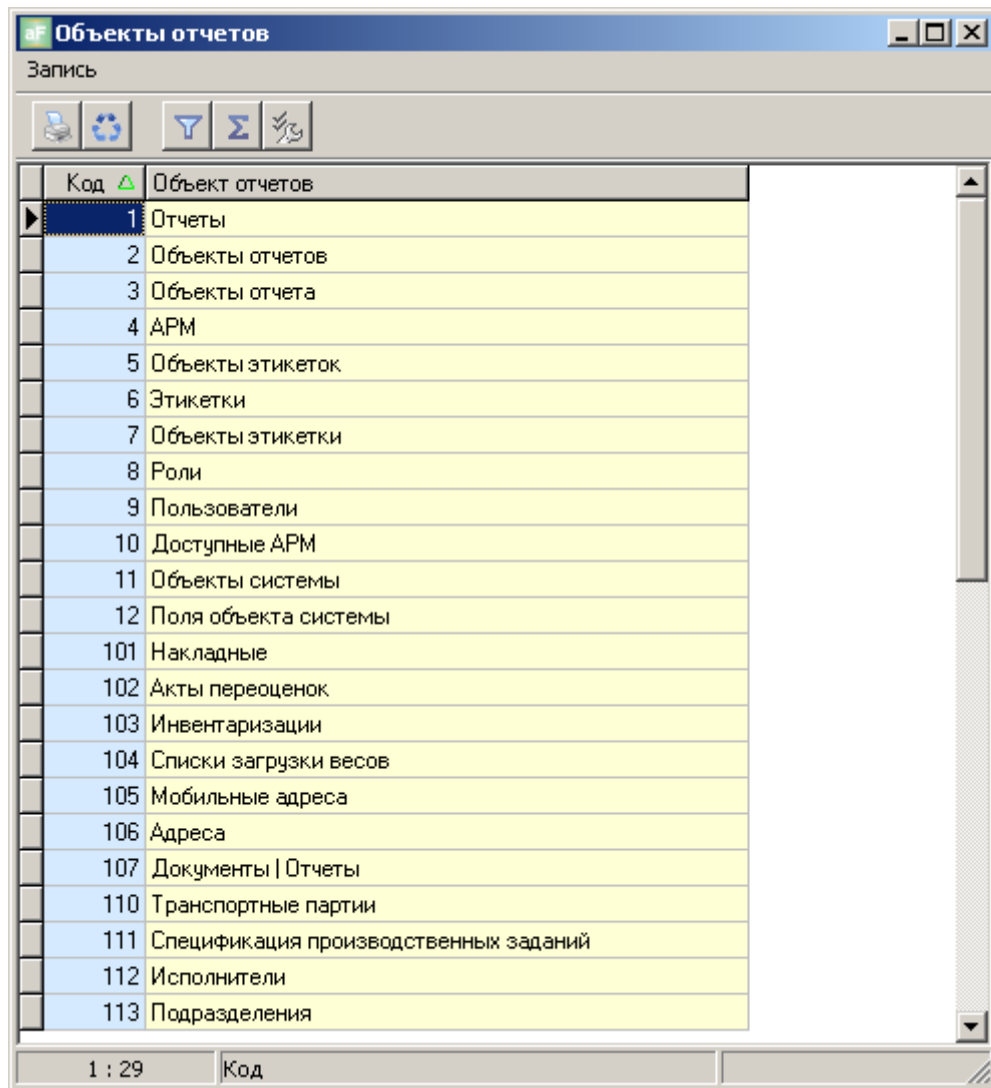

рис. 8-3. Объекты отчетов
- «**Объекты отчета**» - настройка взаимодействия отчета с формами АИ-ПРО (объекты отчета). Объекты можно добавлять или удалять с помощью стандартного функционала. При добавлении в список, вызывается справочник объектов (см. рис. 8-3), где необходимо выбрать объект, из которого будет вызываться отчет.